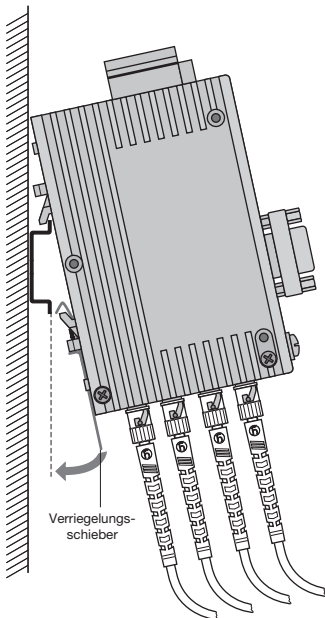

Abb. 9: Montage eines Repeaters auf einer Hutschiene
- ▶ Hängen Sie die oberen Rasthaken des Repeaters in die Hutschiene ein und drücken Sie die Unterseite, wie in der Abbildung 9 gezeigt, auf die Schiene, bis sie einrastet.